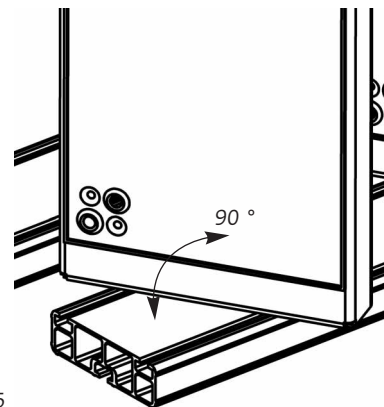

Abb. 5
Es ist vorteilhaft, die Stufen durch 2 Personen einzubauen zu lassen. Die Markierungslinien nach Punkt 2 gelten jeweils für die Stufenoberkanten (Abb. 5).
4.3 Nach dem Einbau müssen alle Stufen genau auf 90° ausgerichtet werden (Abb. 5).